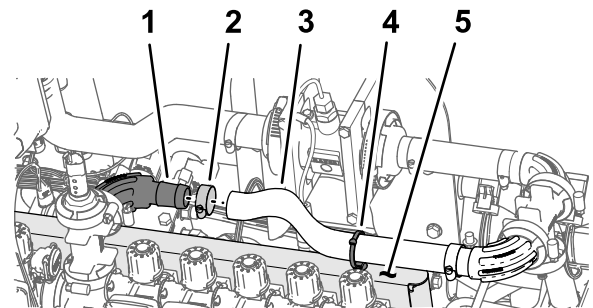

Bild 112
1. Befestigen Sie den Schlauch (1" x 16") über dem 90° Flanschanschlussstück (1"), wie in Bild 112 abgebildet.
2. Befestigen Sie den Schlauch mit einer Schlauchklemme am Flanschanschlussstück (Bild 112).
3. Befestigen Sie den Kabelbinder bzw. die Eindrückbefestigung im Loch an der Oberseite der Ventilbefestigung, wie in Bild 112 abgebildet.
4. Befestigen Sie den Kabelbinder bzw. die Eindrückbefestigung (Bild 112) um den Schlauch (1" x 16").